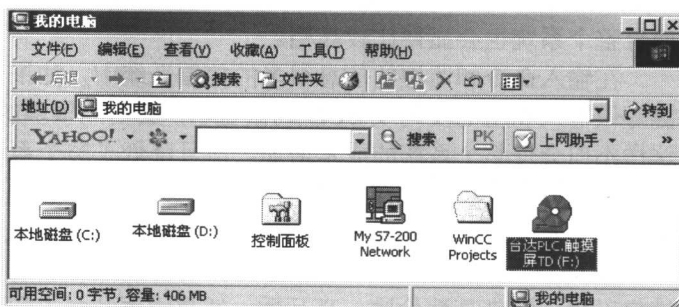

图 1.2.2 打开光驱
- ② 把载有 ADP3 软件的光盘放进电脑的光驱里面，在图 1.2.1 的画面中双击“我的电脑”，出现图 1.2.2 所示界面，在图 1.2.2 中双击光驱图标打开光驱。